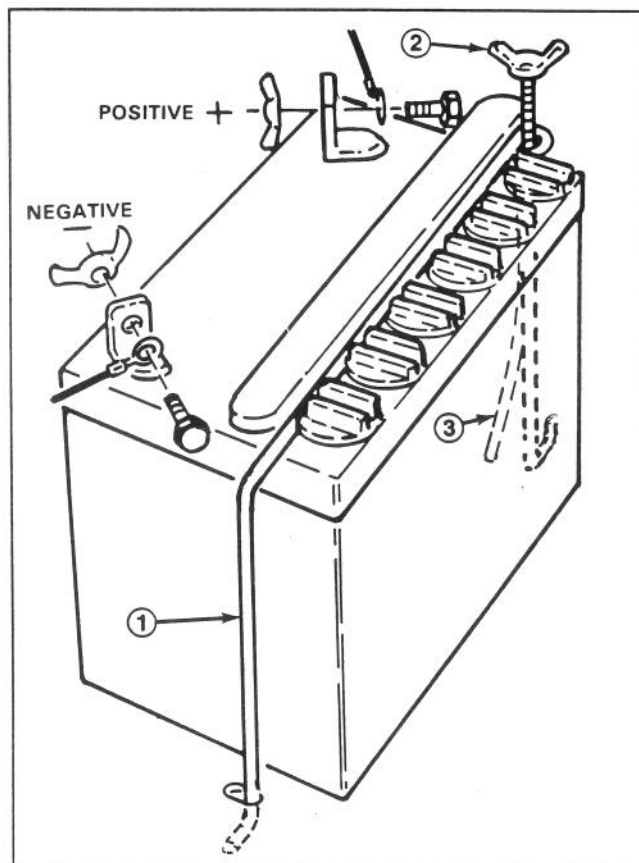

Abbildung 3
2. Die Flügelmuttern von den Batteriesicherungsbügeln entfernen (Abb. 3).
8. Die Batterie mit nach hinten weisenden Batteriepfeilen in die Maschine einlegen; dabei die Entlüftung durch das Loch im Rahmen führen (Abb. 3).
10. Das Stromkabel (+) am Plus-Terminal, das Masse (-)-Kabel am Minus-Terminal anklemmen und mit den Sechskantschrauben und Flügelmuttern absichern (Abb. 3).